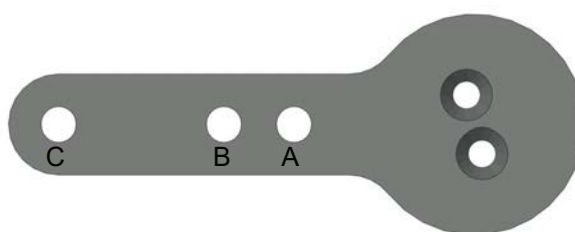
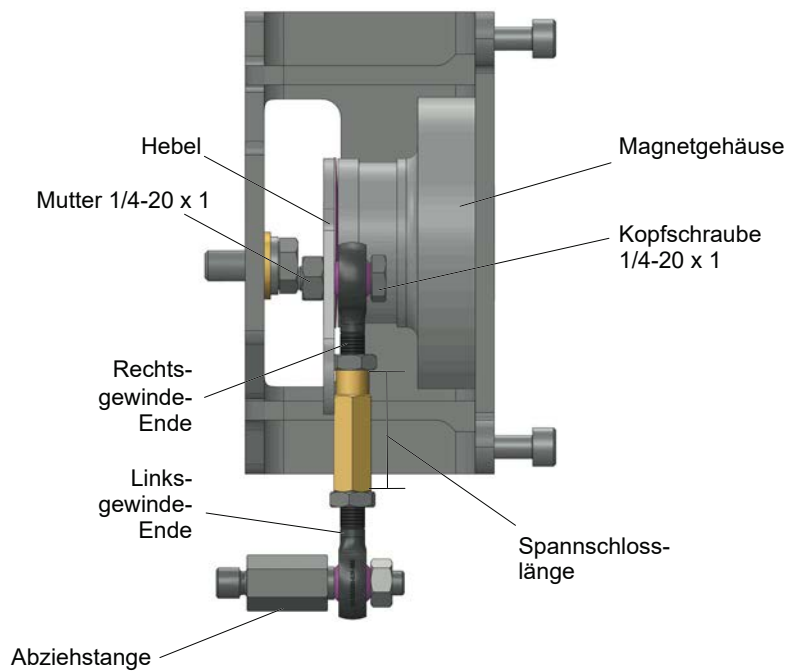

Abbildung 12: Hebel für Multifedermembran-Stellantrieb Modell 87/88
Abbildung 13: Hubgestänge
4. Wählen Sie die Montagebohrung A, B, C oder D für den Hub des Ventils. Bohrung B in Abbildung 12 ist beispielsweise für einen Stellantrieb der Größe 10 mit einem Hub von 1,0 Zoll dargestellt.
6. Tragen Sie Loctite® auf und schrauben Sie die Aufnahmestange auf den Anschluss der Stellantriebsspindel (Abbildung 13). Stellen Sie sicher, dass der auf der Kupplung befindliche Hubanzeiger richtig positioniert ist.
7. Befestigen Sie das Stangenende mit Rechtsgewinde mithilfe einer Kopfschraube und Mutter 1/4-20 x 0,75" am Hebel (Abbildung 13). Das zu verwendende Loch am Hebel hängt vom jeweiligen Ventilhub ab. Siehe Abbildung 12 und „Auswahl des Hubventilgestänges“, Tabelle 3 auf Seite 31.
9. Befestigen Sie die Magnetgehäuse-Baugruppe, einschließlich des Hebels und des Stangenendes mit Rechtsgewinde, mit vier Flachkopfschrauben M5 x 10 mm mithilfe eines Inbusschlüssels 5 mm an der Halterung (Abbildung 13).
11. Schrauben Sie das Spannschloss auf das Stangenende mit Linksgewinde. Siehe Abbildung 13.